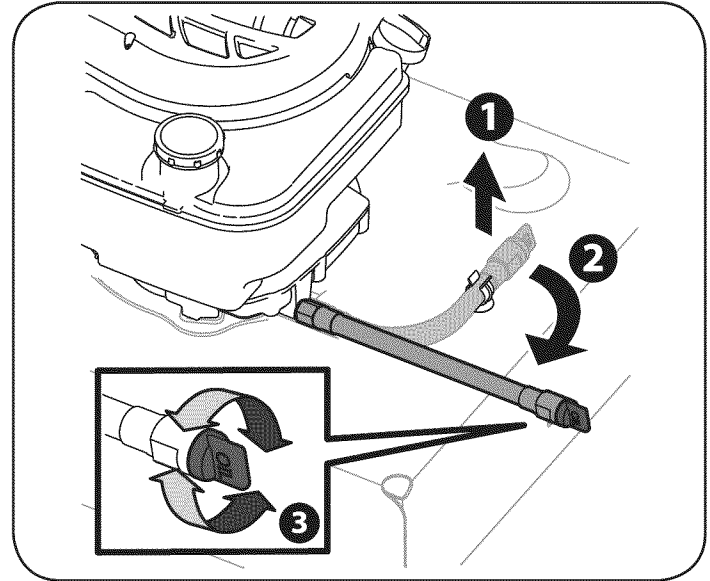

Figura 12
1. Tire hacia arriba de la manguera de drenaje de aceite para soltarla de la plataforma. Consulte la Figura 12.
3. Desenrosque la tapa del extremo de la manguera de drenaje de aceite para empezar a drenar el aceite. Consulte el recuadro de la Figura 12.